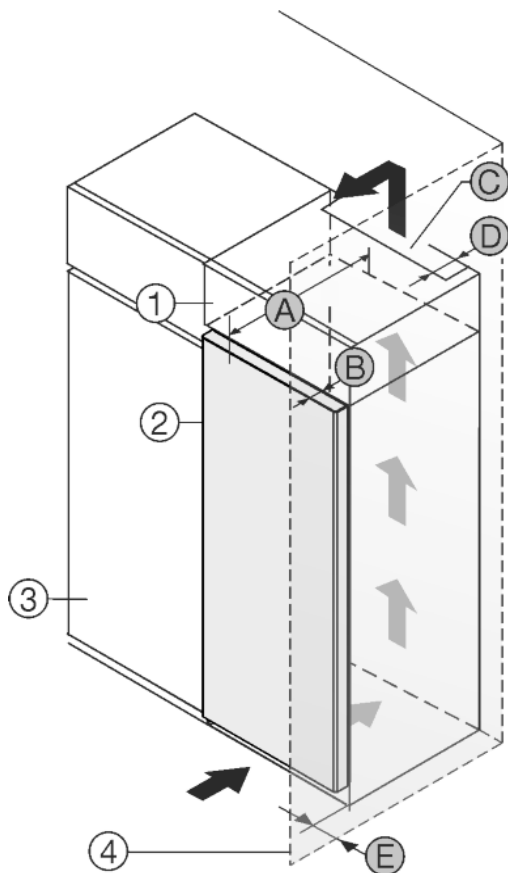

Fig. 1
Installer l'appareil directement à côté du placard de cuisine Fig. 1 (3).*
Une sortie d'air avec la profondeur Fig. 1 (D) doit être présente au dos de la rehausse sur toute sa largeur.
La section de ventilation Fig. 1 (C) sous plafond doit être respectée.
Si l'appareil avec les charnières est installé près d'une paroi Fig. 1 (4), la distance entre l'appareil et la paroi doit être de 40 mm min. Ceci correspond à la saillie de la poignée avec la porte ouverte.